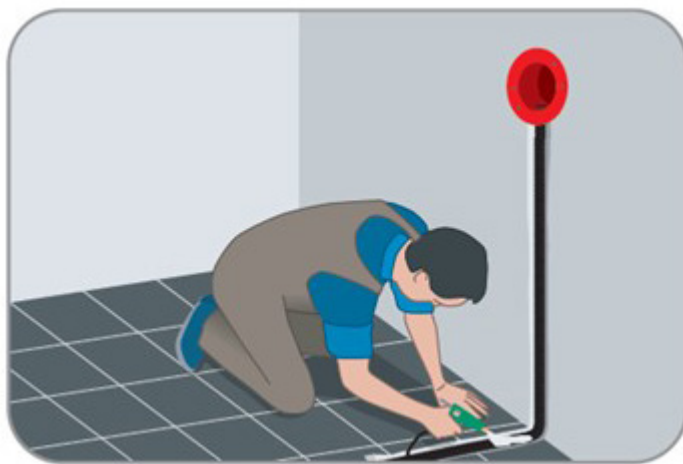

Bild 7 – Applicering av betong, kakellim eller liknande på golvet
6. Applicera betong, kakellim eller liknande på underlaget där Flexpipe har installerats (bild 7).